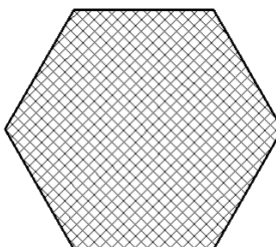

Рис. 2 Штриховка замкнутого контура (Выбор объектов)
1) Создайте равносторонний шестиугольник произвольных размеров (см.рис.2)